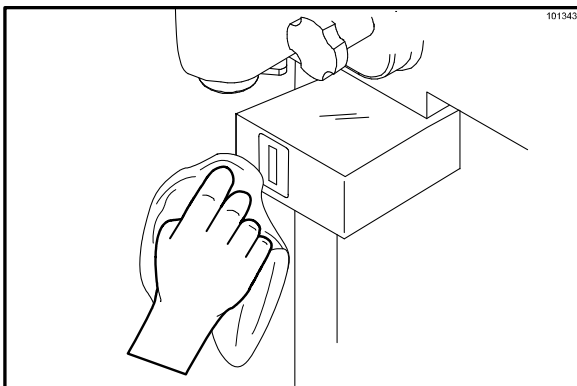

Abbildung 61
19. Mit einem sauberen, angefeuchteten, desinfizierten Tuch den Schutz des Portionierungssensors behutsam abwischen und alle Produktansammlungen entfernen. Sensorschutz auf Schäden prüfen und nötigenfalls auswechseln. (Siehe Abbildung 61.)